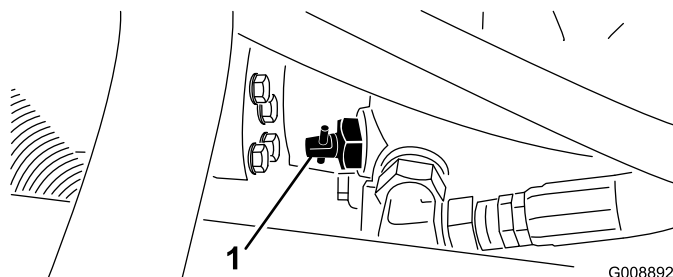

図 39
1. 油圧ポンプについているバイパスバルブ（図 39）を90° 回転させる。